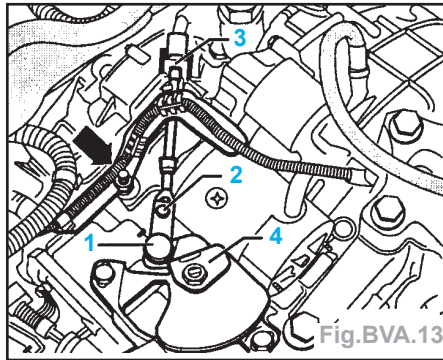

Fig. BVA.13
- Déposer le support (flèche) de la boîte de vitesses (Fig. BVA.13).